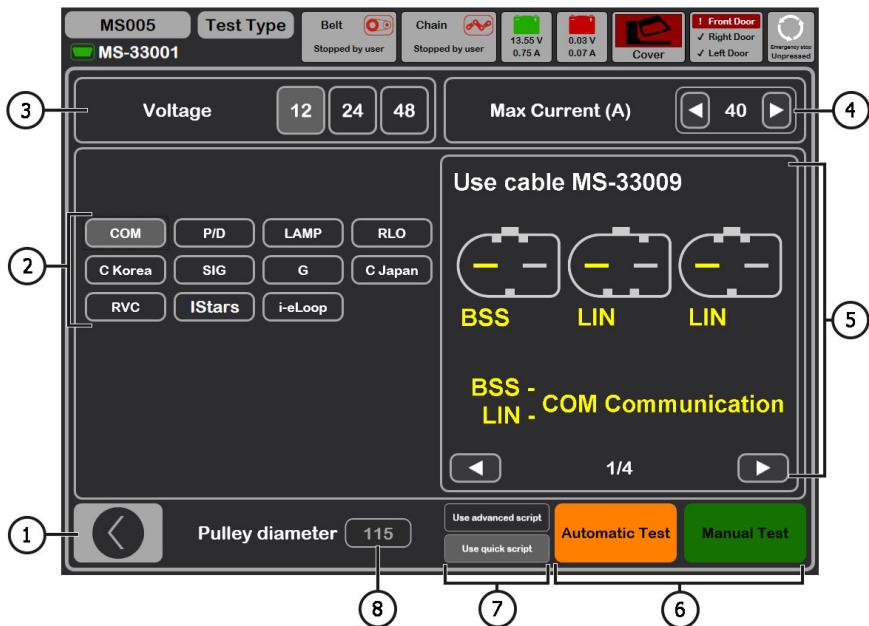

Рисунок 22. Меню выбора типа диагностируемого генератора
При активации режима диагностики генераторов открывается меню **выбора типа диагностируемого генератора** (рис. 22), которое содержит:
- 7 – Управление нагрузкой на генератор, величина задаётся в процентах от установленной величины в меню рис. 22 поз. 4.
«**Pulley RPM**» – частота вращения на шкиве генератора, если не указан размер шкива в меню рис. 22 поз. 8, то показывается значение оборотов привода.